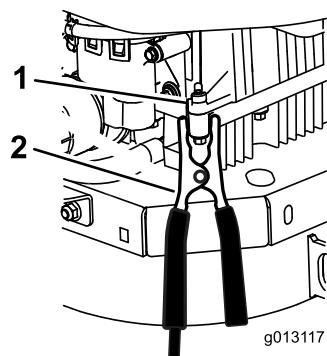

Figure 48
- Faites la dernière connexion sur le **bloc-moteur** (pas sur la borne négative de la batterie) de la machine dont la batterie est à plat, à l'écart de la batterie, et reculez vous (Figure 48).